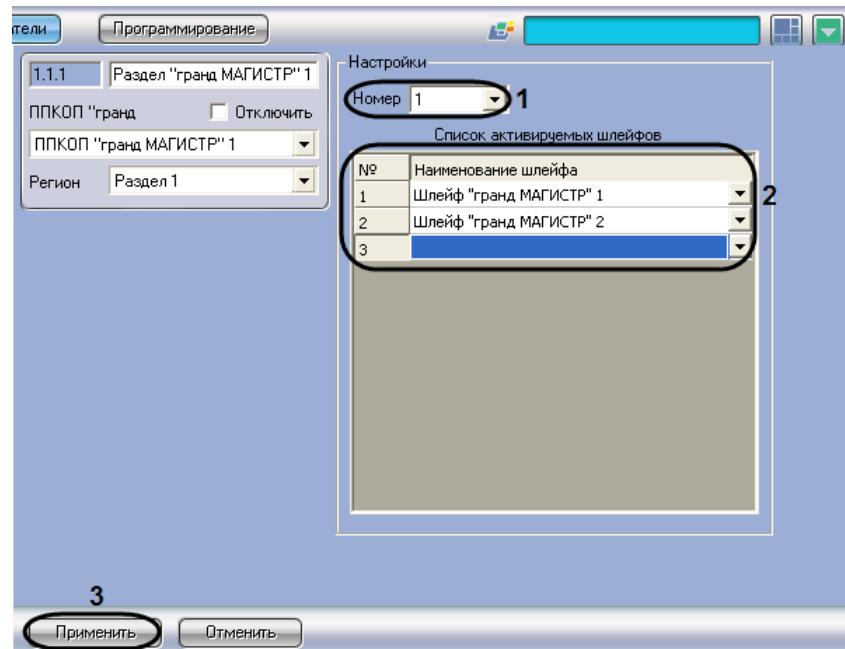

Рис. 3.6-2 Настройка объединения шлейфов сигнализации в разделы
- Перейти на панель настройки объекта **Раздел “Гранд МАГИСТР”** (см. Рис. 3.6-2).
- Из раскрывающегося списка **Номер** выбрать номер раздела (см. Рис. 3.6-2, 1).
- Из раскрывающегося списка в столбце **Наименование шлейфа** выбрать название объекта **Шлейф “Гранд МАГИСТР”**, соответствующего шлейфу сигнализации, который требуется включить в раздел (см. Рис. 3.6-2, 2).
- Для сохранения внесенных изменений в базе данных ПК ACFA *Intellect* нажать кнопку **Применить** (см. Рис. 3.6-2, 3).